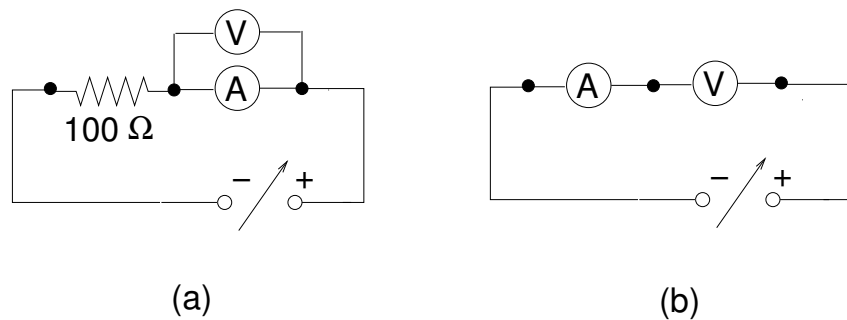

Figura 22: Como medir a característica  $I - V$  dos aparelhos de medida?
Proceder à montagem dos circuitos representados na figura 22. Um destes circuitos permite medir a curva  $I - V$  do amperímetro e o outro a do voltímetro.
- c) Para um amperímetro ou um voltímetro **ideais** as montagens da figura 22 medem exactamente a curva  $I - V$  da resistência. Quais são as resistências internas ideais de um amperímetro e de um voltímetro?